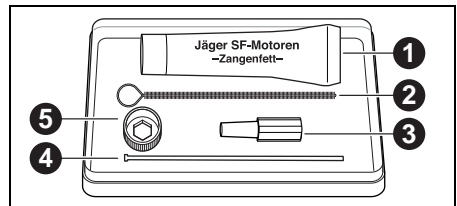

Bild 11 Serviceset für Jäger-Spindel
- ▷ Den äußere Kegel der Spannzange mit dem im Set enthaltenen Zangenfett ([1] in Bild 11 auf Seite 18) leicht einfetten. Dies verbessert die Gleitfähigkeit und erhöht die Spannkraft der Spannzange.